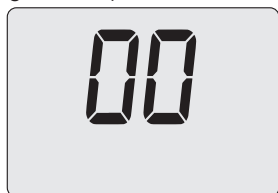

Figura 5.34
- Premendo il tasto 17 (Figura 5.31) sul display LCD appare il valore del parametro P07 (Figura 5.34).